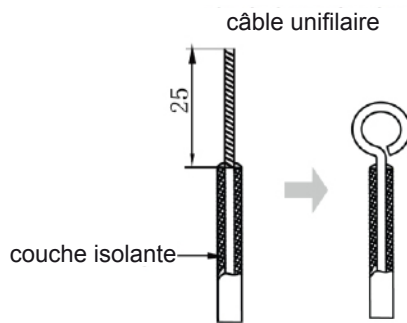

Fig 5.1.1
### (1) Connexion du câble unifilaire (comme sur la fig 5.1.1)